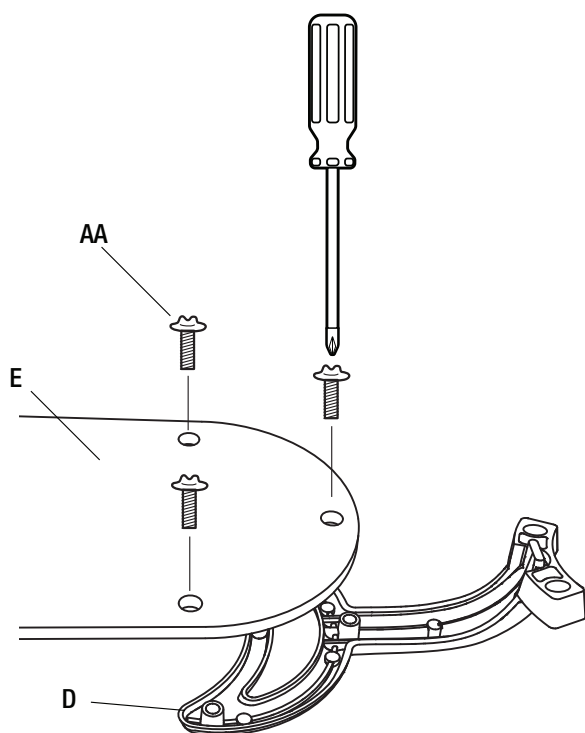

Figura 10
- Monte los porta aspas (D) a las aspas del ventilador (E) usando los tornillos (AA) proporcionados – 3 por aspa (Figura 10). Note que las arandelas de goma están preinstaladas al porta aspas (D).